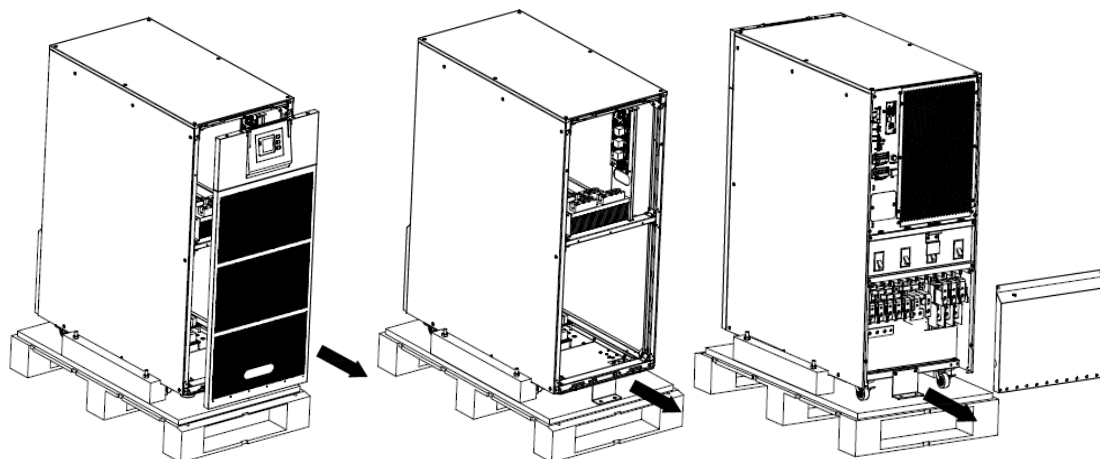

Fig. 1-2 Retirada de paneles frontal y trasero
6. Retire los paneles frontal y trasero para extraer el soporte en forma de L que sujeta la carcasa y el palé, y asegure el deslizamiento (Fig. 1-2).